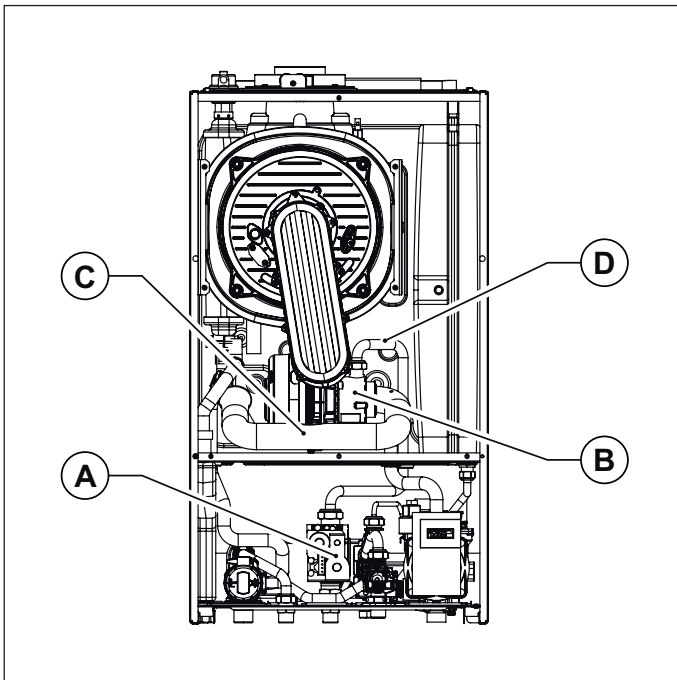

Fig. 36 Marmitta di aspirazione
- Rimuovere la marmitta di aspirazione, avendo cura di svitare prima la vite che la fissa al miscelatore (vedi Fig. 36 Marmitta di aspirazione).
- Scollegare il tubo gas dal miscelatore (vedi Fig. 36 Marmitta di aspirazione).